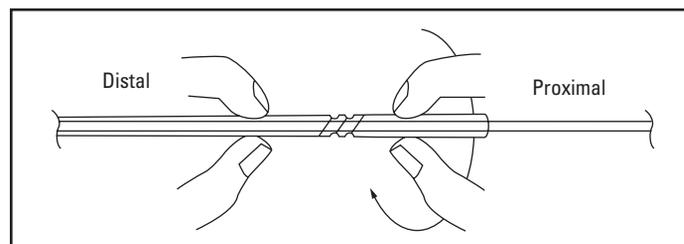

Abbildung 9. Verriegeln durch Drehung im Uhrzeigersinn
- Das Interlock - 35 Faser-IDC Okklusionssystem in seiner Position fixieren, indem auf beiden Seiten des Twist-Lock-Mechanismus leichter Druck an der Einführschleuse ausgeübt wird, und die proximale Seite im Uhrzeigersinn drehen (Abbildung 9).